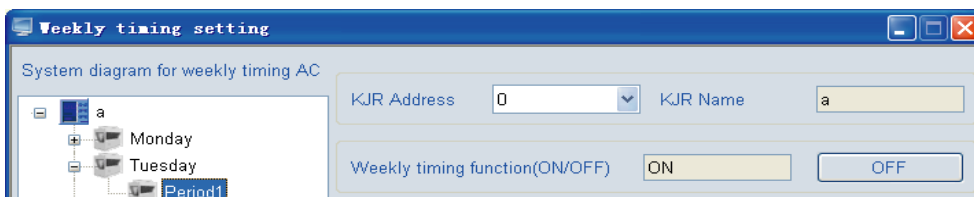
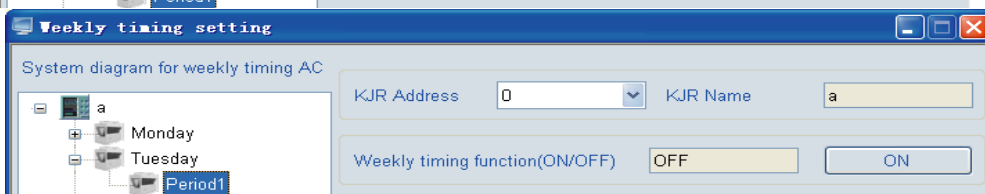
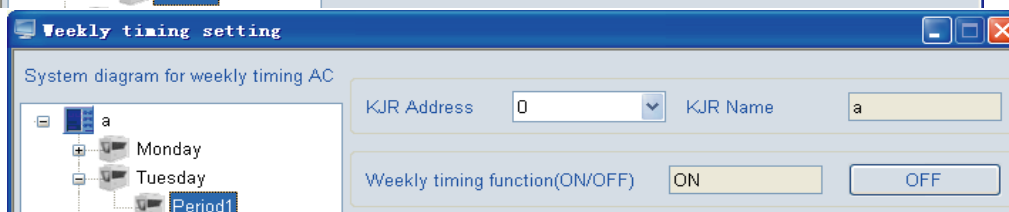
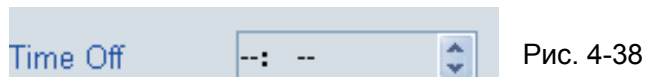

Рис. 4-30
Рис. 4-31
Рис. 4-32
Рис. 4-38
d. Кнопка Timer ON/OFF для управления программой недельного таймера (См. пункт ① на Рис. выше) — когда функция недельного таймера включена и на дисплее отображается индикация статуса таймера - ON, рядом с данной индикацией отображается кнопка выключения OFF (см. Рис. 4-30), при нажатии на которую все настройки недельного таймера и функция недельного таймера будут отключены, и на дисплее отображается индикация статуса таймера – OFF. При этом рядом с данной индикацией отображается кнопка включения ON (см. Рис. 4-31). Когда функция недельного таймера отключена, и на дисплее отображается индикация статуса таймера – OFF, рядом с данной индикацией отображается кнопка включения ON (см. Рис. 4-38), при нажатии на которую все настройки недельного таймера и функция недельного таймера будут включены, и на дисплее отображается индикация статуса таймера – ON. При этом рядом с данной индикацией отображается кнопка выключения OFF (см. Рис. 4-32).